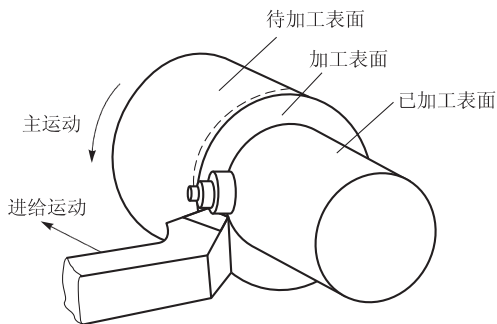

图3-1 车削运动和加工表面
(1) 车削过程中的运动。在切削加工中, 为了切去多余的金属, 必须使工件和刀具做相对的切削运动。车削加工的切削运动由两种运动组成, 即主运动和进给运动(图3-1)。
即已加工表面、加工表面和待加工表面（图3-1）。